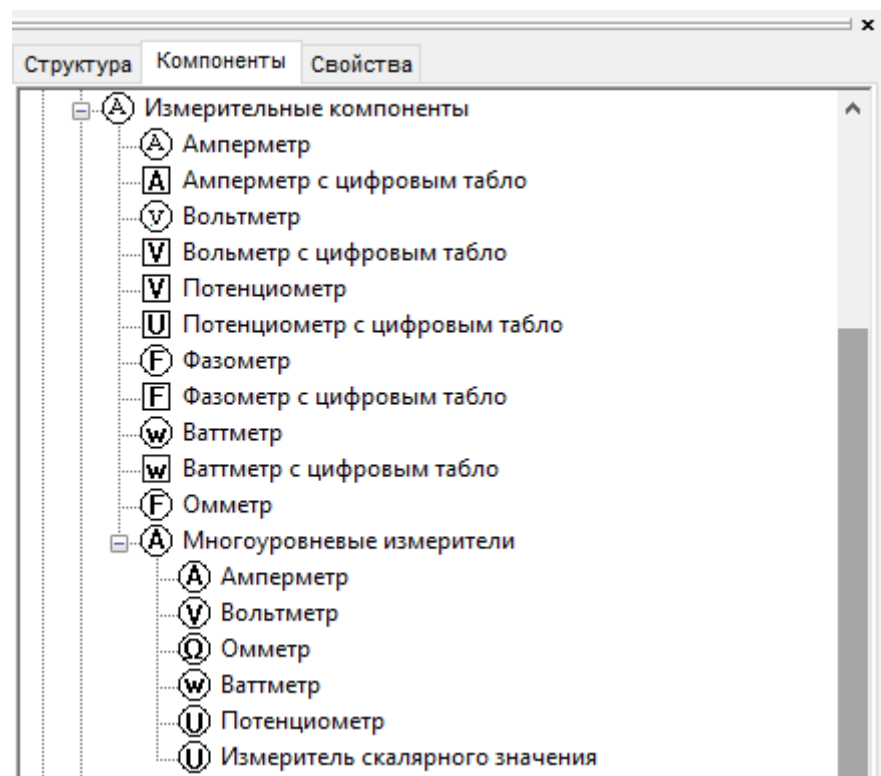

Рисунок 6 – Вкладка «Измерительные компоненты»
*1.3 Установка измерительных компонентов.* Для получения результатов моделирования, к которым относятся напряжения на пассивных элементах цепи и протекающий по ним ток, установим измерительные компоненты – вольтметр и амперметр, находящиеся во вкладке «Электротехника / Измерительные компоненты» (рисунок 6).